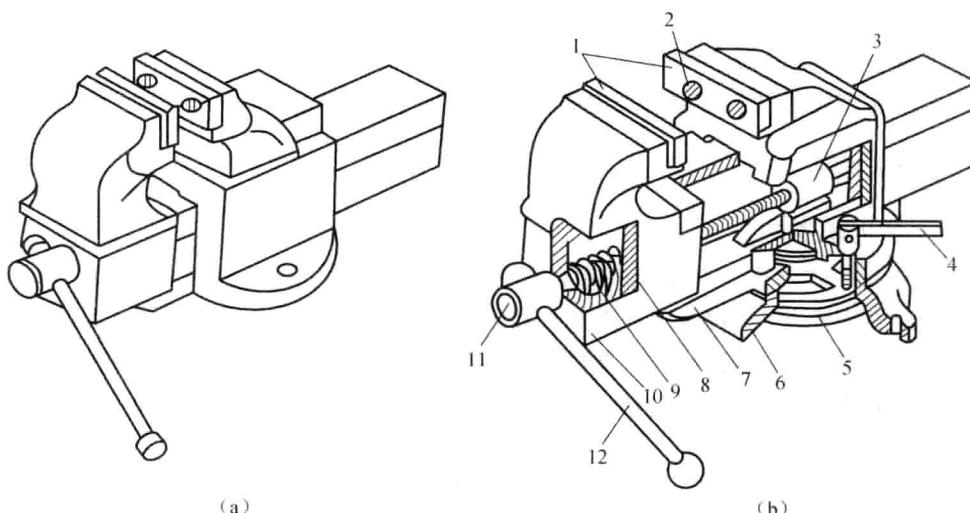

图 1.1-1 台虎钳
(1) 台虎钳。它是用来夹持工件的通用夹具,有固定和回转式两种结构形式(图 1.1-1),回转式台虎钳构造和工作原理为:活动钳身通过导轨与固定钳身的导轨孔作滑动配合。丝杠装在活动钳身上,可以旋转,但不能轴向移动,并与安装在固定钳身内的丝杠螺母配合。当摇动手柄使丝杠旋转,就可带动活动钳身相对于固定钳身做轴向移动,起夹紧和放松工件的作用。弹簧借助挡圈和销固定在丝杠上,其作用是当放松丝杠时,可使活动钳身及时退出。在固定钳身和活动钳身上,各装钢制钳口,并用螺钉固定。钳口的工作面上制有交叉网纹,使工件夹紧后不易产生滑动,钳口经过热处理淬硬,具有较好的耐磨性,固定钳身装在固定转座上,并能绕转轴线转动,当转到要求的方向时,扳动手柄使夹紧螺钉旋转,便可在夹紧盘的作用下把固定钳身固定,转座上有个螺栓孔,用以与钳台固定。